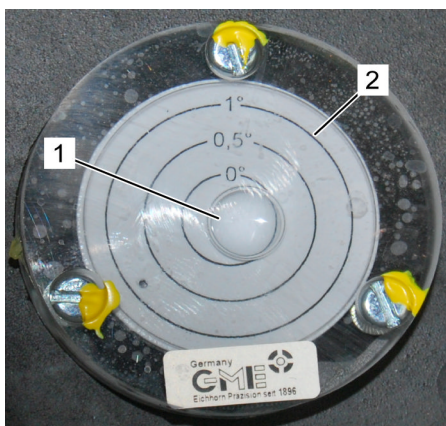

Fig. 50: Niveau
5. → Mettre le châssis à l'horizontale en alignant les appuis au moyen du niveau (Voir la Fig. 50) (N° de réf. 4001/0298). La bulle (Voir la Fig. 50/1) du niveau doit se trouver dans le cercle 1° (Voir la Fig. 50/2).